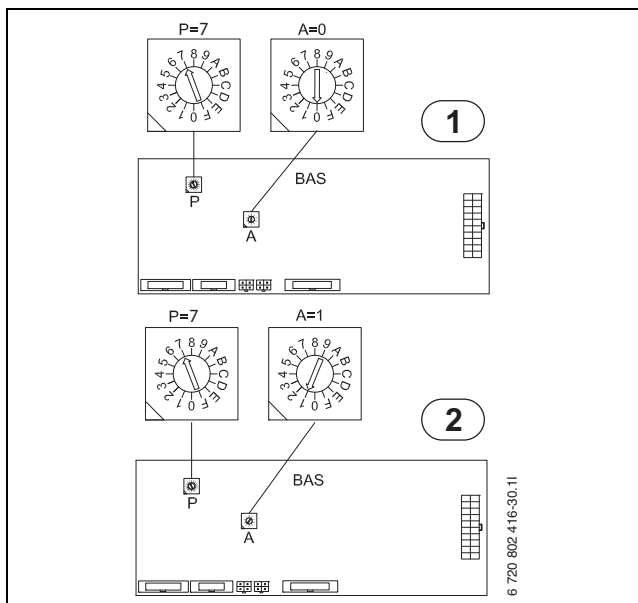

Bild 72 Adressering av värmepump 1 och 2
6. Adressera om BAS (värmepump 2) från A=0 till A=1 (→ bild 72). Sätt terminerings switch i läge Term på PEL (värmepump 2).